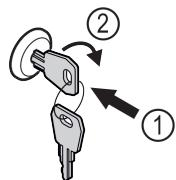

Fig. 82 Зображення для прикладу
- Вдавити ключ Fig. 82 (1).
- Повернути ключ на 90° за годинниковою стрілкою Fig. 82 (2).